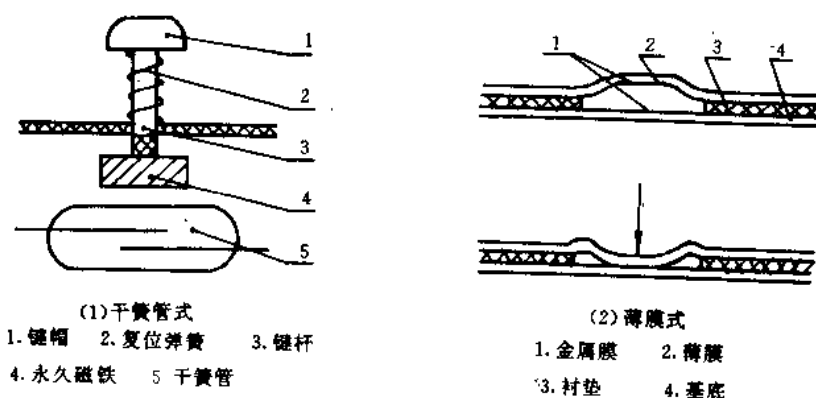

图 1-2 机械管式和薄膜式键开关
(2)干簧管式,见图 1-2(1)。
(3)薄膜式,见图 1-2(2)。